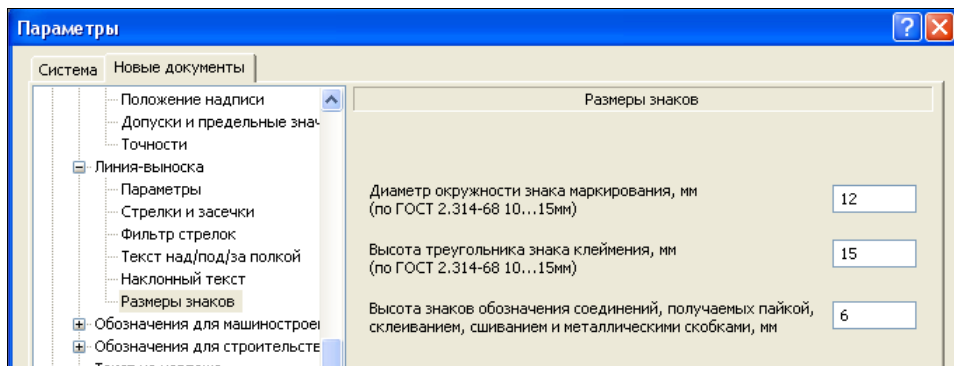

Рис. 15.27. Диалоговое окно **Параметры** с открытой панелью **Размеры знаков**
- ♦ выделите пункт **Размеры знаков**. В правой части появится панель **Размеры знаков** (рис. 15.27). На этой панели вы должны задать размеры окружности знака маркирования и треугольника знака клеймения.